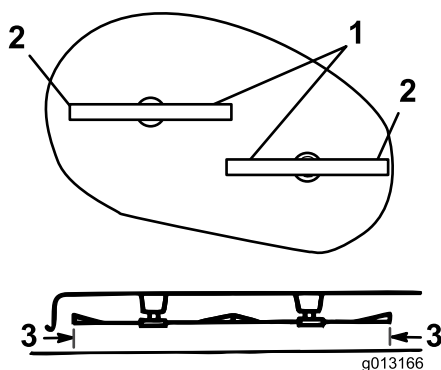

Bild 43
1. Drehen Sie die Schnittmesser vorsichtig von einer Seite zur anderen (Bild 43).
2. Messen Sie den Abstand zwischen den äußeren Schnittkanten und der ebenen Oberfläche (Bild 43). Stellen Sie sicher, dass sich die Werte um höchstens 3 mm unterscheiden. Machen Sie sonst mit dem nächsten Schritt weiter.
4. Heben oder senken Sie die rechte Seite des Mähwerkgehäuses durch Drehen der Muttern an, bis sich der Abstand zwischen den Außenkanten der Messer und der flachen Oberfläche (Bild 43) um höchstens 3 mm unterscheidet; ziehen Sie die Muttern an den verstellbaren Front- und Hecklenkern an.